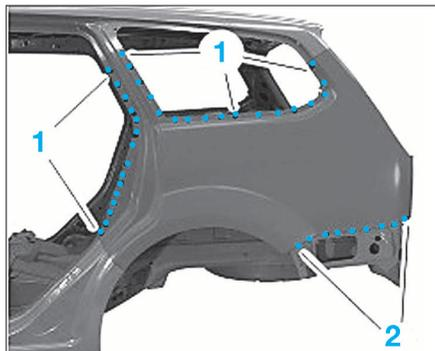

FIG. 73
- Souder par résistance par points les points (1) (Fig.73).